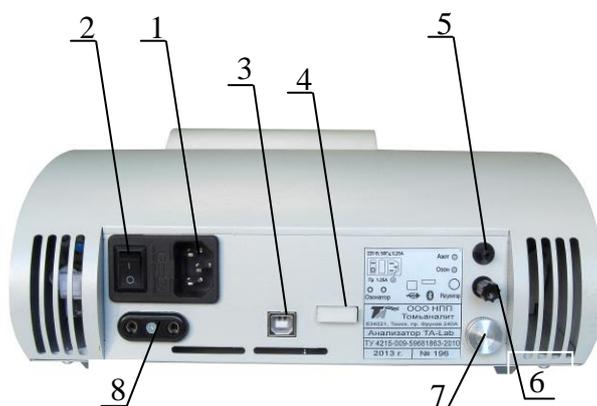

Рисунок 2 - Анализатор ТА-Lab (вид сзади)
На задней панели анализатора (рисунок 2) расположены разъем 1 для подключения сетевого шнура питания, сетевой выключатель 2, разъем 3 для подключения компьютера через USB-порт, модуль Bluetooth 4, штуцер подачи азота 5, штуцер подачи озона 6 с защитным колпачком, ручка регулятора подачи газа 7, разъем 8 для подключения питания озонатора. Пломба от несанкционированного доступа расположена на стыке задней панели и дна анализатора.
2.2.1.1 Сетевой выключатель 1 расположен на задней панели анализатора (рисунок 2). При включении анализатора загорается подсветка ячеек и поднимается кронштейн для установки электродов.
2.2.1.3 Подача газа в ячейки регулируется при помощи регулятора подачи газа 4, расположенного на задней панели анализатора (рисунок 2).
2.2.2.1 При первом включении анализатора сетевой шнур питания подключить к анализатору путем ввода сетевой кабельной розетки сетевого шнура питания в приборную вилку 2 (рисунок 2).
2.2.2.4 Для подключения компьютера кабель соединительный подключить к анализатору через разъем 3 (рисунок 2) и к ПК через USB-порт.
2.3.7 При использовании методик, требующих применения озона, необходимо снять колпачок со штуцера «Озон» 5 (рисунок 2), расположенного на задней панели анализатора, и надеть на него трубку озонатора. Сетевую вилку озонатора воткнуть в разъем для подключения питания озонатора 7 (рисунок 2), расположенный на задней панели анализатора.
2.3.8 При использовании методик, требующих применения инертного газа, необходимо подключить к штуцеру «Газ» 6 (рисунок 2), расположенному на задней панели анализатора, источник инертного газа с избыточным давлением (10...20) кПа. С помощью регулятора 4 (рисунок 2) в начале процесса измерений необходимо установить расход газа, не допускающий выплёскивание раствора из ячеек.